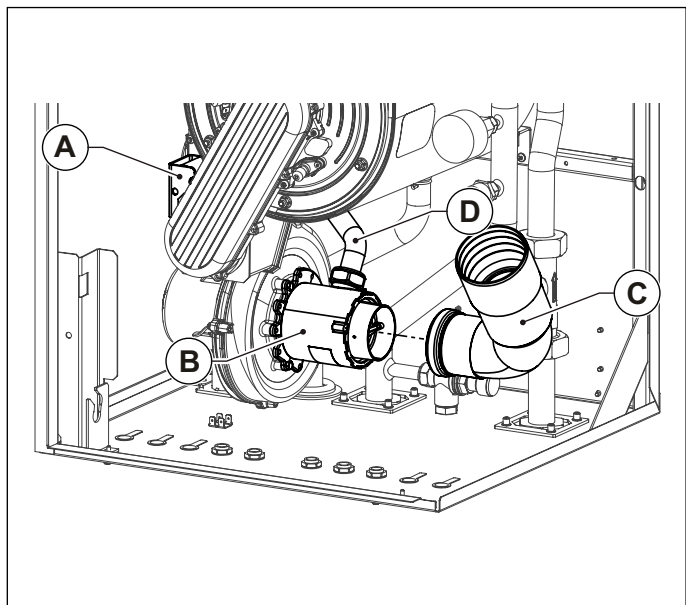

Fig. 41 Tobă de aspirație
- Scoateți amortizorul de aspirație **C** de pe amestecător (numai KR 85) (vezi Fig. 41 Tobă de aspirație).
- Deconectați tubul de alimentare cu gaz **D** de la amestecător (consultați Fig. 41 Tobă de aspirație).
- Conectați tubul de alimentare cu gaz **D** la amestecător (consultați Fig. 41 Tobă de aspirație).